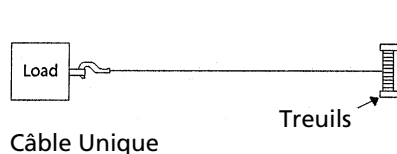

Figure 3
1. Le treuil a une capacité nominale en câble simple de 454 kg (voir Figure 3). La charge maximum nominale est calculée pour un enroulement de câble métallique sur un tambour nu. Chaque couche successive de câble ajoutée réduit la capacité maximum de 10% environ.